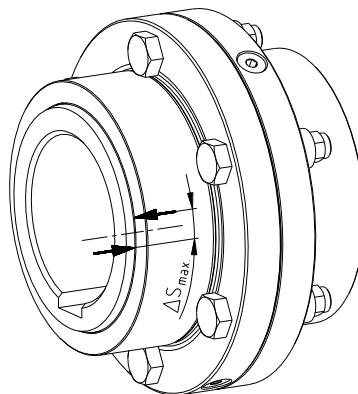

Figura 46: marcaje del mangón y del casquillo
- Marque el casquillo (componente 2) y mangón (componente 1) (ver figura 46).